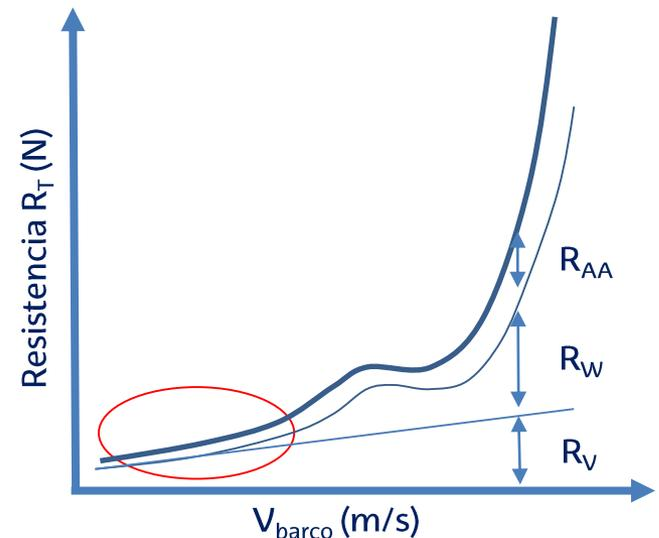

Figura 15. Zona óptima de navegación [1]
- **Navegar a una velocidad prudente**, mantenerse en lo posible por debajo del "hombro" de la curva  $R_T - V_{\text{barco}}$  del barco (Figura 15) para disminuir la resistencia por formación de olas y en consecuencia la resistencia total al avance.